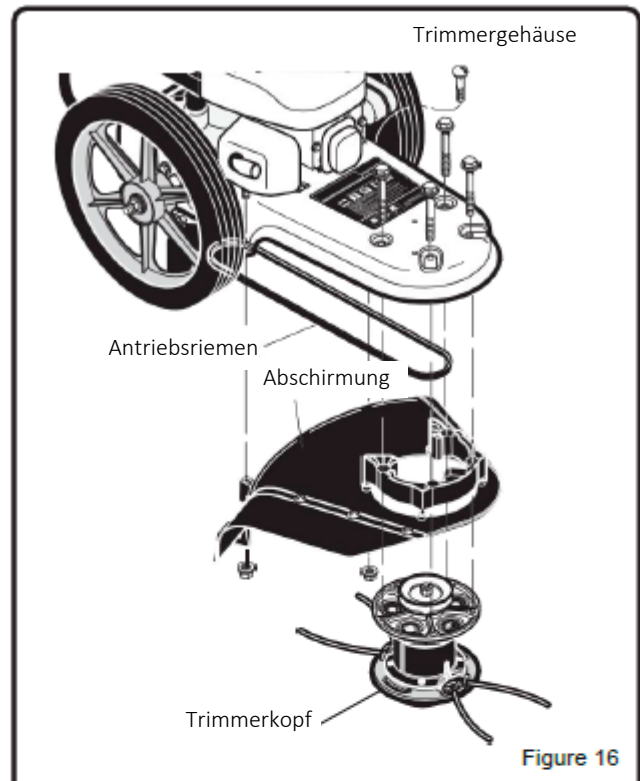

Figure 16
1. Entfernen Sie die beiden Bolzen, mit denen die Rückseite der Abschirmung an der Maschine befestigt ist (Abbildung 16).
2. Entfernen Sie die vier Bolzen, mit denen die Vorderseite der Abschirmung und der Trimmerkopf an der Maschine befestigt sind (Abbildung 16).